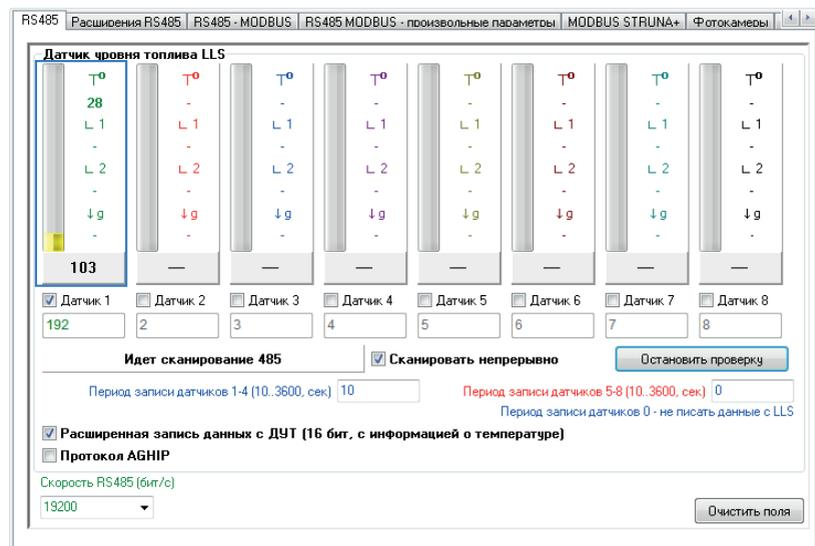

Рис.24. Результат сканирования.
- Если настройка контроллера и датчика выполнена корректно, то на вкладке «RS485» по адресу подключенного датчика появляются показания этого датчика (Рис.24). В протоколе LLS угол наклона передается в градусах (103 на рисунке), температура в °C (T_{0} , 28 на рисунке).